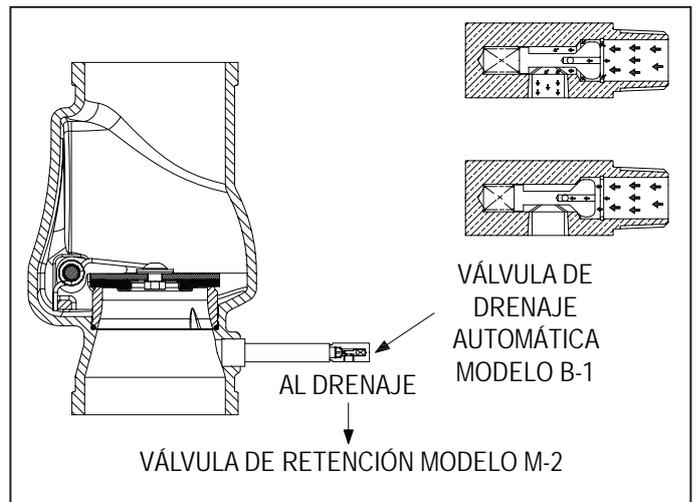

Figura 34
9. Si hay una conexión para la brigada de bomberos, asegurarse de que la válvula de drenaje automático está libre de cualquier obstrucción a la descarga de agua (Figura 34).